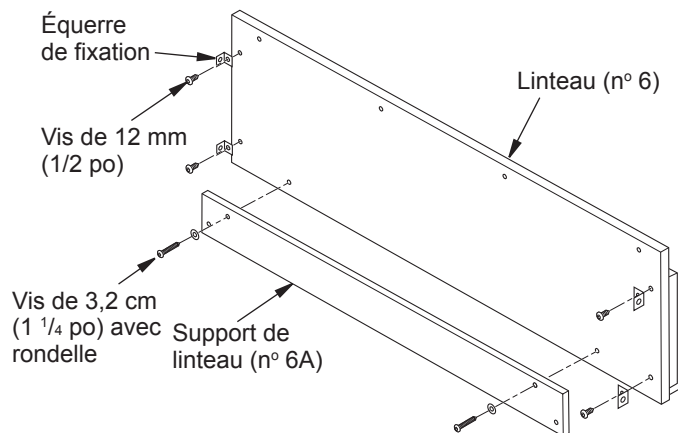

Figure 3 - Montage du support du linteau
2. Placez le support du linteau (n° 6A) sur le rebord inférieur du linteau en alignant les trous du support sur les trous filetés du linteau (voir figure 3). En utilisant deux vis de 3,2 cm (1 1/4 po) avec les rondelles et la clé hexagonale fournies, fixez le support au linteau sans serrer pas les vis à fond.
- En utilisant deux vis de 3,2 cm (1 1/4 po) et des rondelles, fixez sans serrer les vis à fond le support du linteau aux assemblages des supports latéraux comme illustré à la figure 3, page 3.